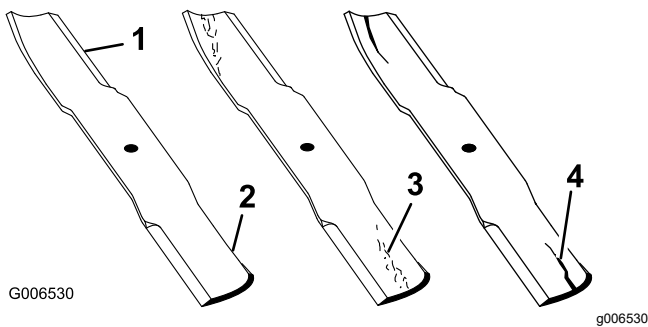

Figura 78
1. Inspeccione los filos de corte (Figura 78).
4. Si observa fisuras, desgaste o la formación de una ranura en esta zona, instale de inmediato una cuchilla nueva (Figura 78).